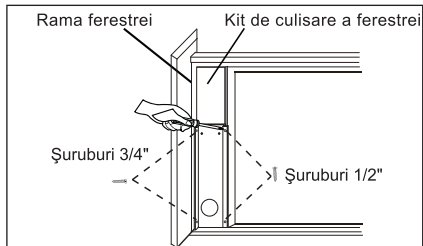

Fig. 20
3. Închideți geamul glisant fixând-ul pe kit-ul de culisare a ferestrei. (Fig. 20)
4. Fixați cu două șuruburi de 1/2" kit-ul de culisare a ferestrei de geam. (Fig. 20)
5. Fixați cu două șuruburi de 3/4" kit-ul de culisare a ferestrei de rama geamului. (Fig. 20)